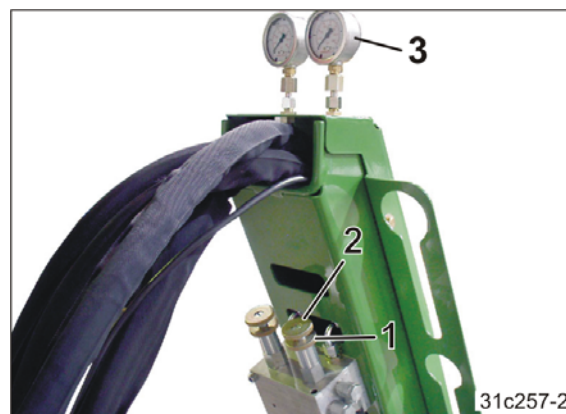

Рис. 168
1. Отверните контргайку (Рис. 168/1).
2. Отрегулируйте давление сошников поворотом регулировочного винта клапана (Рис. 168/2).
- Проверьте давление по манометру (Рис. 168/3).